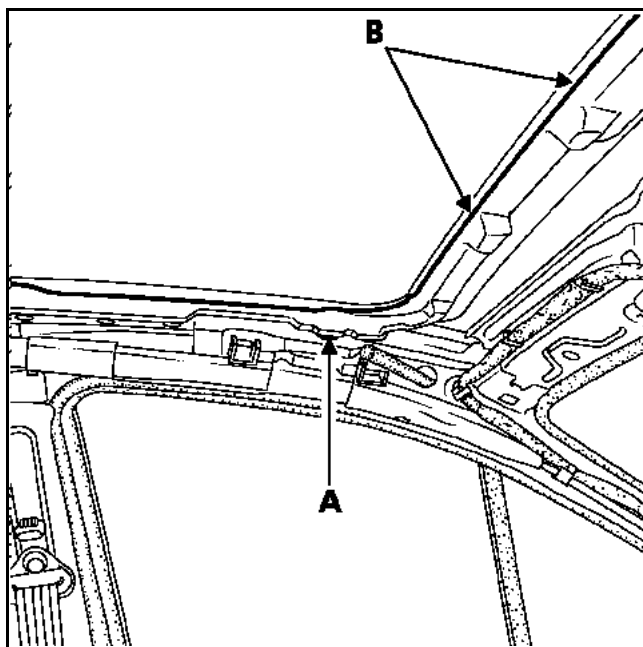

Рис. 1
- Проверьте через отверстие (А), попадает ли вода на внутреннюю рамку люка (Рис. 1).
- Наложите слой герметика по всему периметру усилителя внутренней рамки люка (В) (Рис. 1).
- Проверьте герметичность люка, полив на него водой, и убедитесь, что вода не попадает на рамку люка (проверка проводится через отверстие (А)) (Рис. 1).